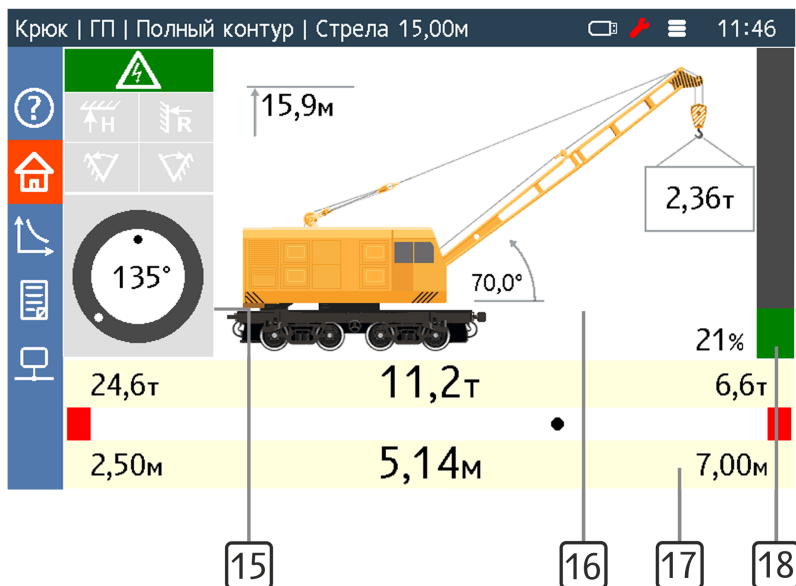

Рисунок 4 — Основной экран
Графический интерфейс блока индикации типа БИ04.70 состоит из трех частей (см. рисунок 4):
- 3 Убедиться в запуске блока индикации, включении основного экрана (см. рисунок 4), проконтролировать яркость и четкость изображения.